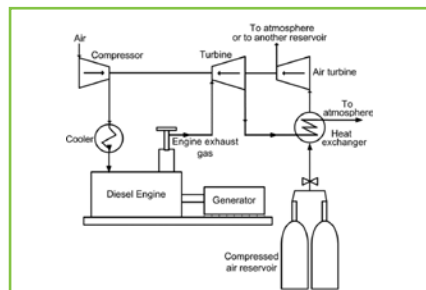

Fig. 2 Schéma de principe de la suralimentation par une turbine en série sur l'axe du turbocompresseur « Ibrahim et al. [2010] »
- Système 1 : Utilisation d'une turbine en série sur l'axe du turbocompresseur (Fig. 2)